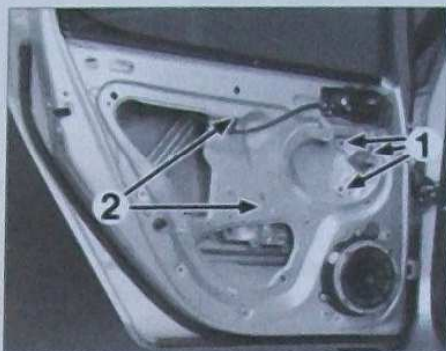

FIG. 34
Déposer les 3 vis de fixation (1) du lève-glace mécanique ou du moteur de lève-glace (Fig.34).